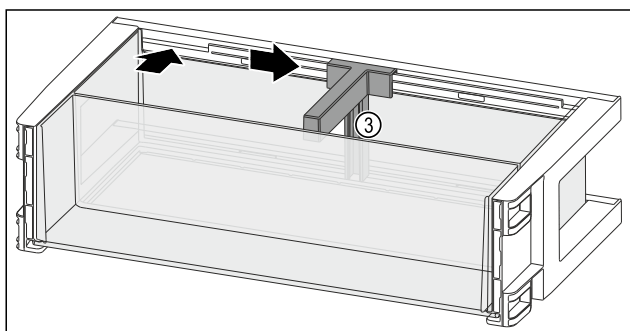

Fig. 145
- Držać za boce Fig. 145 (3) umetnite u otvor.
- Držać za boce Fig. 145 (3) pogurnite u željeni položaj na stranu.